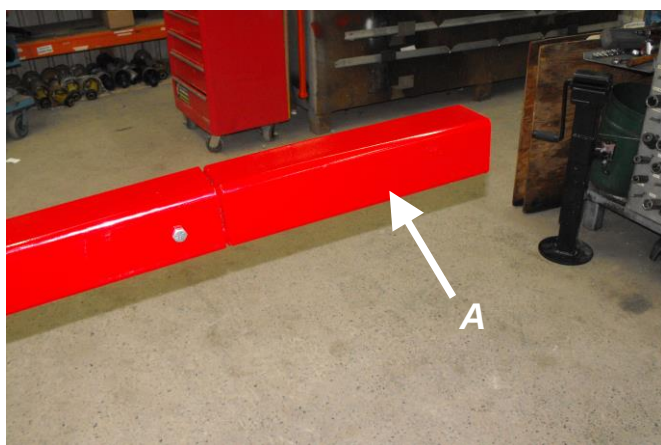
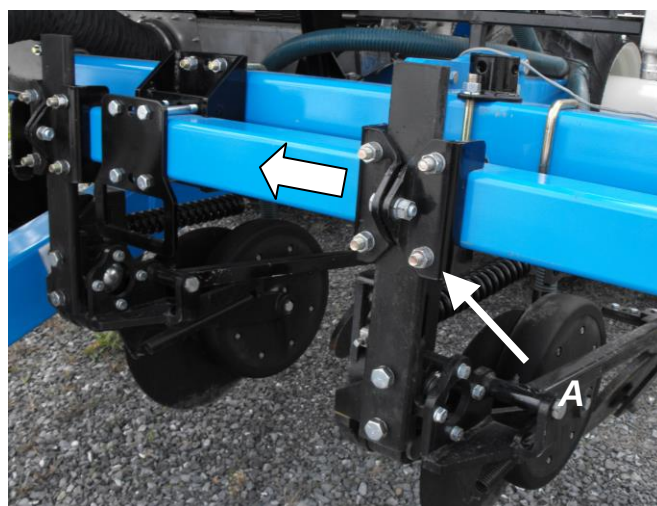

Figure 12P
Figure 12Q
3. Installer les extensions de postlevée à l'extrémité de la barre-outil à l'aide de la quincaillerie fournie lors de la livraison du distributeur [figure 12P, **A**].
positionnés dans l'entre rang du maïs [figure 12Q2]. Pour ce faire, desserrez les écrous des demi-attaches [figure 12Q, **A**] et faire glisser les disques vers le centre du distributeur. Les disques #6 ou #7 étant en surplus au centre, ceux-ci doivent être repositionnés à l'extrémité de la barre-outil sur l'extension de postlevée [figure 12P]. Le disque supplémentaire (13^{ème} disque fourni lors de la livraison de l'applicateur) doit également être installé sur l'une des extensions de postlevée.